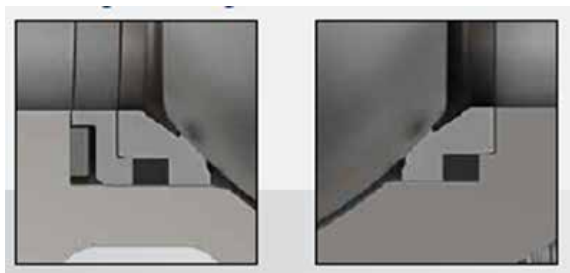

图 6
15. 将 S 形环 (#42) 插入阀体部分 (#1), 置于波形弹簧 (#41) 之上。保持 S 形环的方向, 如图 6 所示。